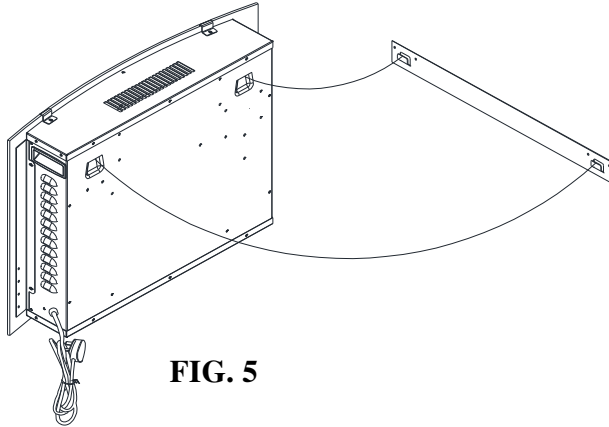

FIG. 5
6. Appendere il caminetto al gancio (Fig. 5)